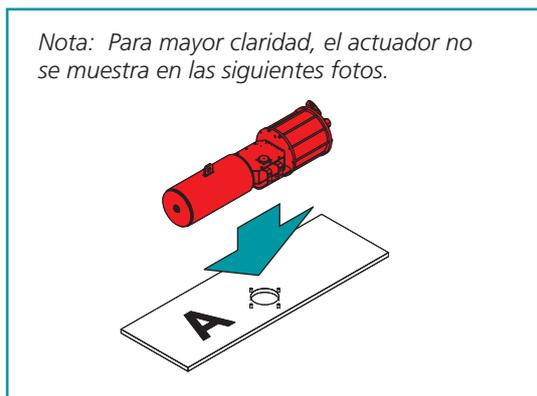

figura 1
2.1 Monte el actuador al panel A. (figura 1)